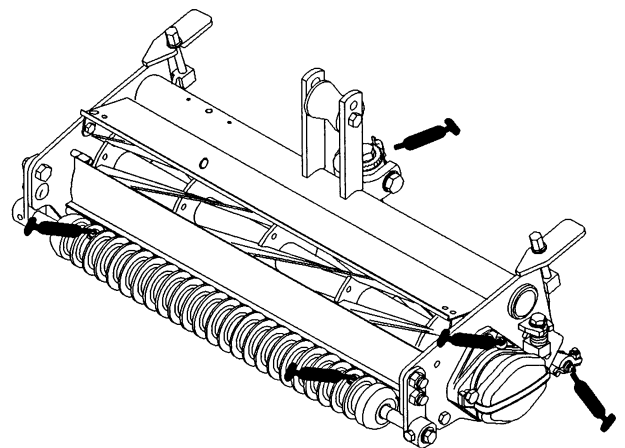

Fig. 5
Perno della controlama (1); cuscinetti dei cilindro (2); rulli anteriore e posteriore (2 cad.) (Fig. 5).